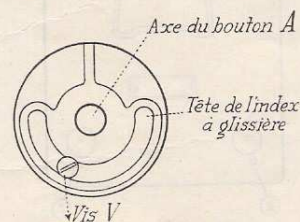

FIG. 6.
c) Après un usage prolongé, il peut se faire que ce minimum ne soit plus obtenu pour la graduation 1. Il suffit alors de dévisser le bouton *A* (Fig. 6).